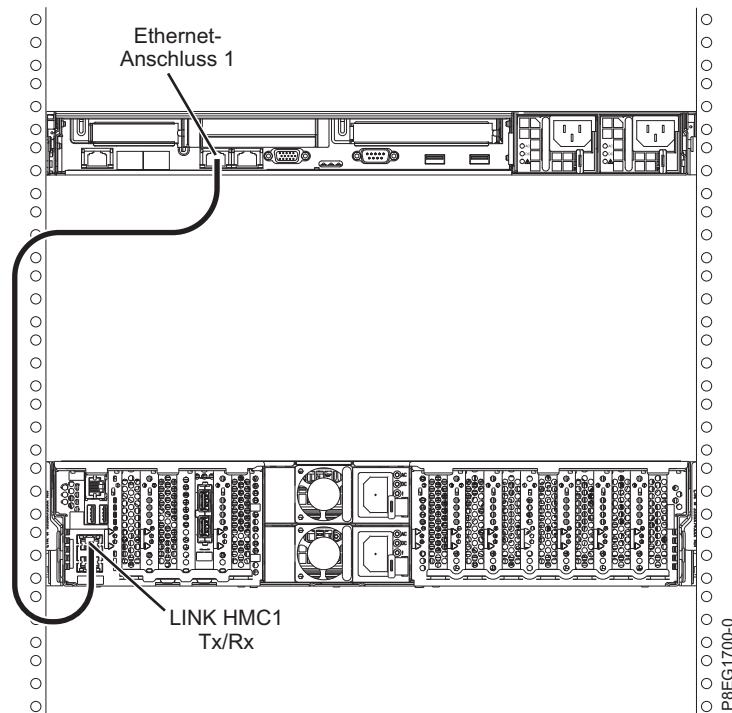

Abbildung 17. HMC an das verwaltete System anschließen
1. Wenn Sie die HMC direkt an das verwaltete System anschließen möchten, verbinden Sie den **Ethernet-Anschluss 1** der HMC mit dem Anschluss **HMC1** des verwalteten Systems. Siehe Abb. 17 auf Seite 15.